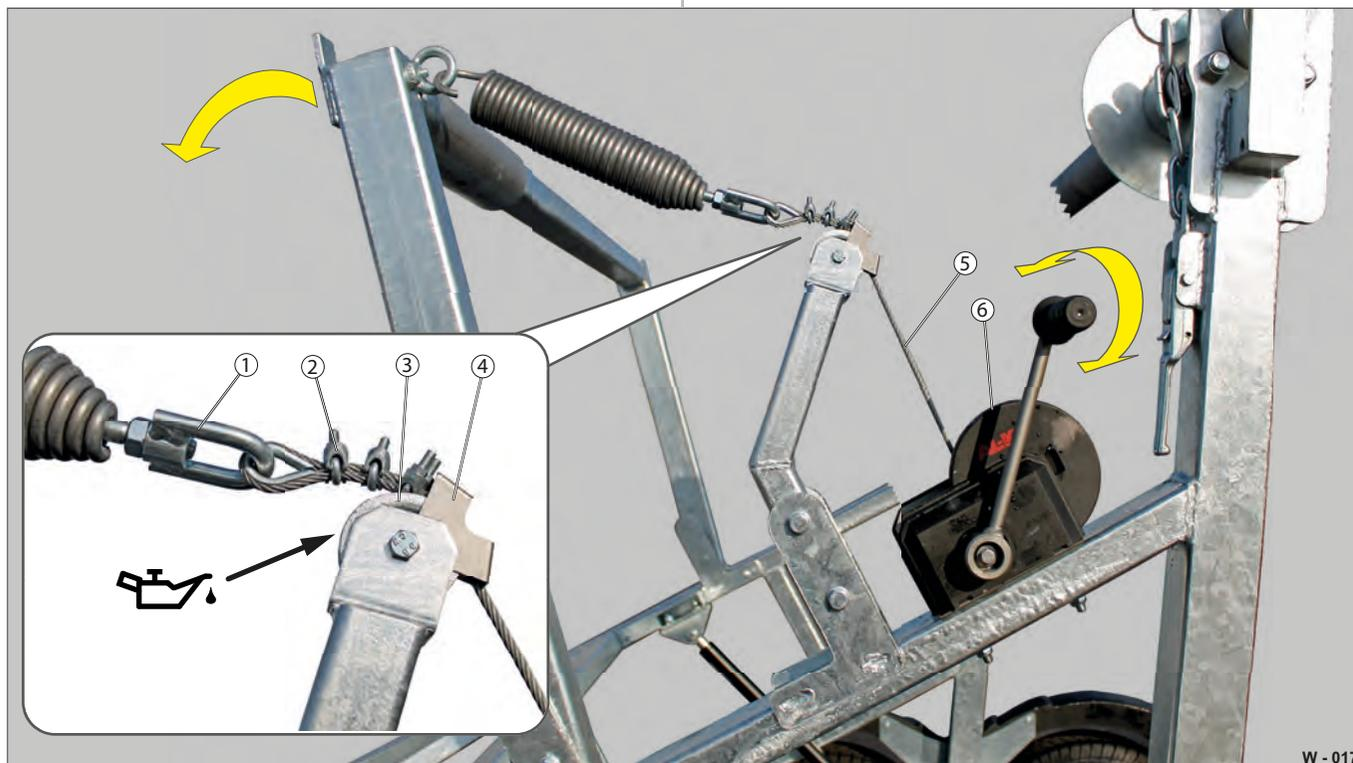

Fig. 17 Treuil de cadre de freinage
- ▶ Assurez-vous que le ressort de traction (Fig. 17 /1) et sa fixation ne sont pas endommagés / déformés.
- ▶ Vérifiez que les vis de fixation par serrage (Fig. 17 /2) sont bien serrées.
- ▶ Nettoyez le câble en acier (Fig. 17 /5) avec un chiffon et lubrifiez-le avec de l'huile machine.
- ▶ Lubrifiez le galet de renvoi (Fig. 17 /3).